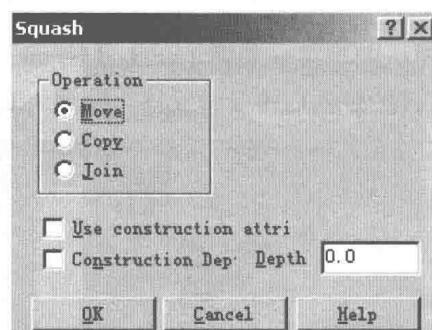

图 1-16
(16) 在转换 (Xform) 的 Squash (挤压) 功能，增加了一个对话框，如图 1-16 所示。